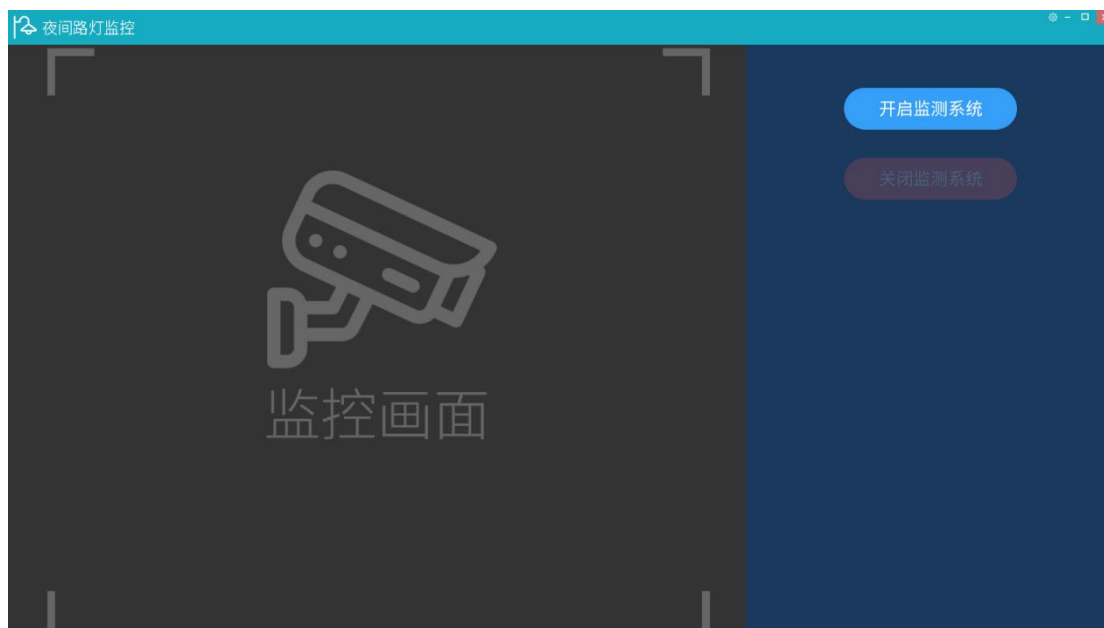

图 1 关闭监控状态
Axure 图 1
- 程序启动后默认显示图 1 效果，路灯不能控制。